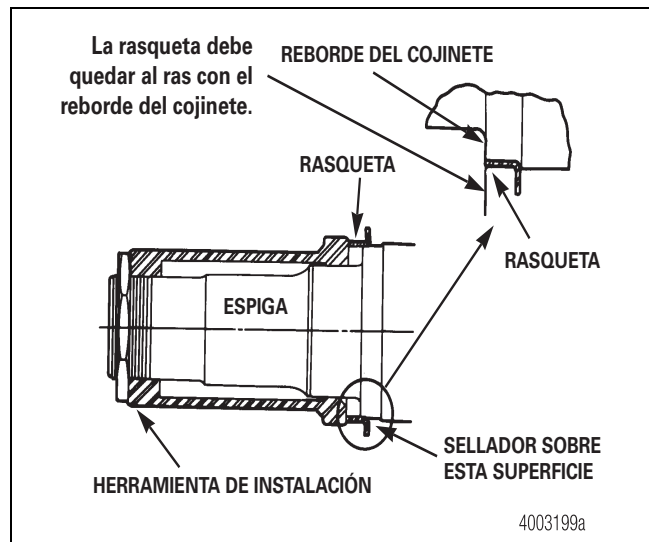

Figura 5.7
1. Si el sello viene con una rasqueta separada, aplique una capa ligera de sellador alrededor del collar del sello de aceite del eje. Después, con ayuda de una herramienta de instalación, conduzca la rasqueta hacia el collar del sello de aceite hasta que su borde quede al ras con el reborde del cojinete. Figura 5.7.